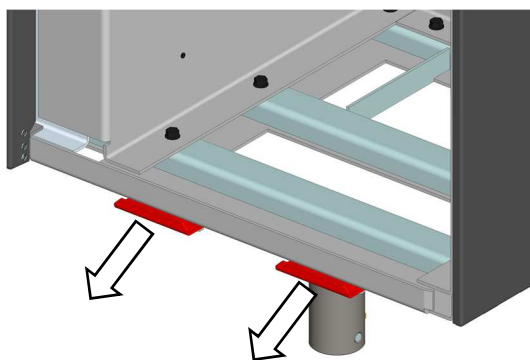

Abb. 26: Halterungen herausziehen
2. Die Halterungen etwas herausziehen (Abb. 26).